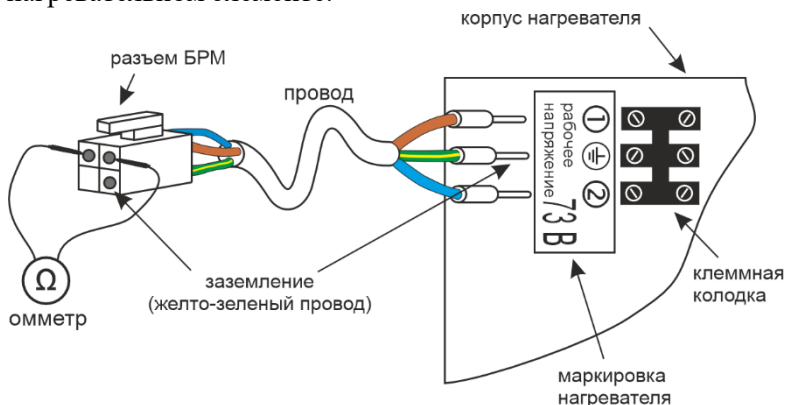

Рис. 10 Подключение проводов к нагревателю
6.1.4. Из набора проводов, поставляемого с нагревателями, возьмите провод, соответствующий номеру и месту установки нагревателя. Присоедините цветные провода к клеммам на задней стенке нагревателя (рис.10). К клеммам **1** и **2** присоединяются **синий** и **коричневый** провода (порядок не имеет значения), а центральный контакт **⊥** присоединяется к **желто-зеленому** проводу заземления (обязательно). При использовании 3-х жильного провода, желто-зеленая жила всегда должна использоваться для заземления.
6.1.5. Для проверки правильности подключения провода, используйте омметр, измерив, сопротивление нагревателя на разъеме, который подключается к БРМ (рис. 10). Сопротивление исправных нагревателей, должно находиться в следующих пределах: